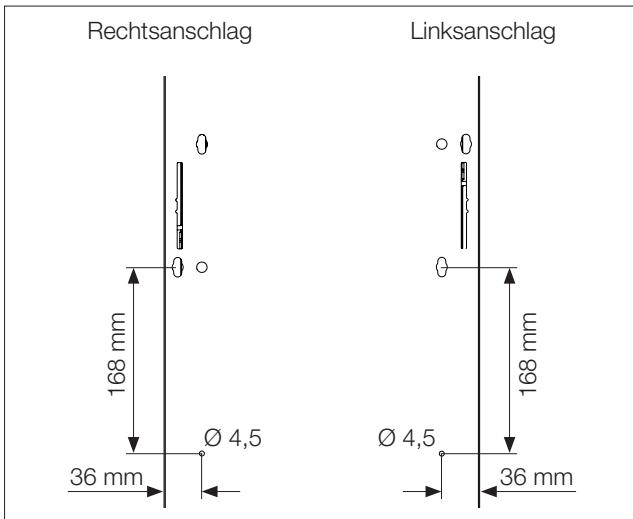

Abb. 5: Anbringen der Bohrungen
- Sehen Sie die Bohrungen an der gewünschten Stelle der Stahlblechtür je nach Anschlagposition mit dem entsprechenden Maß vor (Abb. 5).